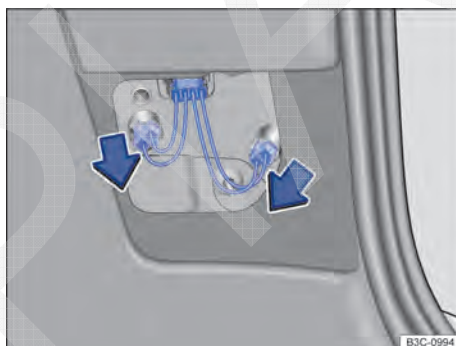

Fig. 279 Na tampa traseira: desinstalar as lâmpadas incandescentes.
4. Retirar ⇒ Fig. 279 o suporte da lâmpada em linha reta.